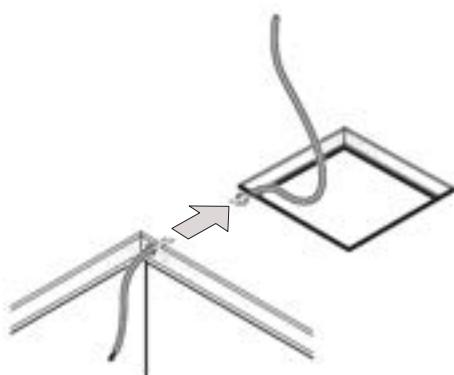

Fig. 07: Strömförsörjningskabel
- Ordna med en strömförsörjningskabel på 230 V~ till utskärningen. Dra om möjligt kabeln genom takisoleringen på det sätt som visas i Fig. 07.